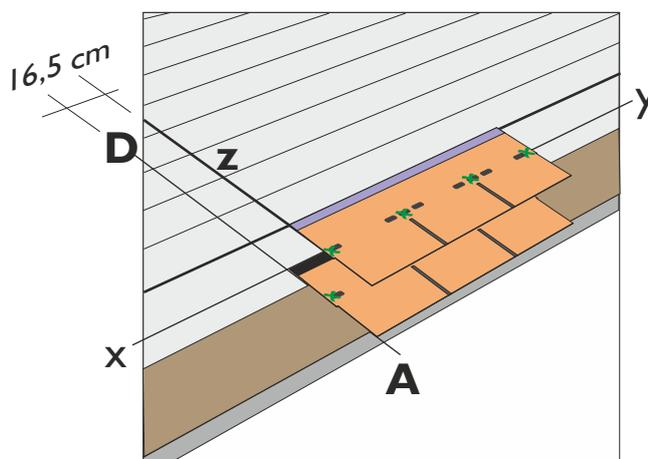

Fig. 5 - Sequenza di 2 tegole
- La posa della prima fila di tegole inizia allineando la tegola mod. Elite alla linea AD (fig. 5);